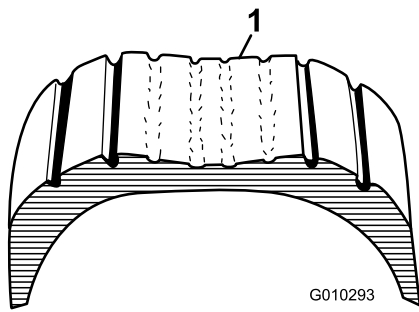

**Figura 14**
1. Inspeccione visualmente los neumáticos en busca de daños y desgaste (Figura 14 y Figura 15).